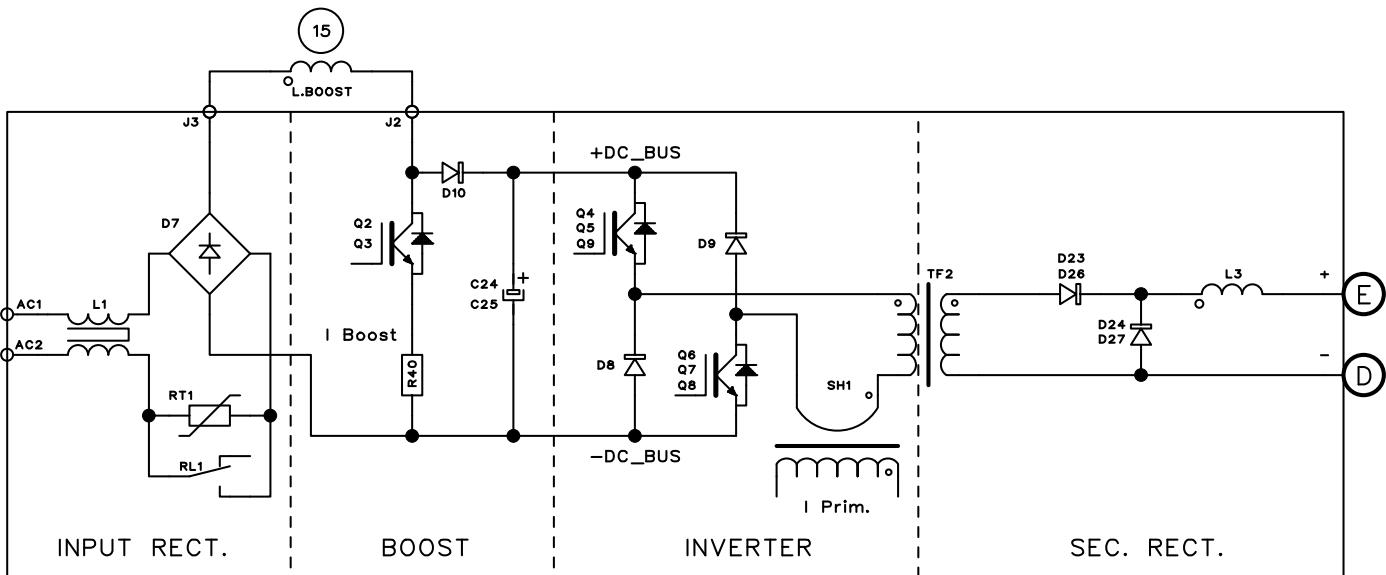

Fig. 2.3.1
Más exactamente en la tarjeta potencia (12) se pueden identificar (Fig. 2.3.1):
- el inverter de igbt, que genera la tensión alterna de onda cuadra para el transformador de potencia TF2, montado en la tarjeta potencia (12);
TEST ALIMENTACIÓN POTENCIA (Fig. 2.3.1, 2.3.2).